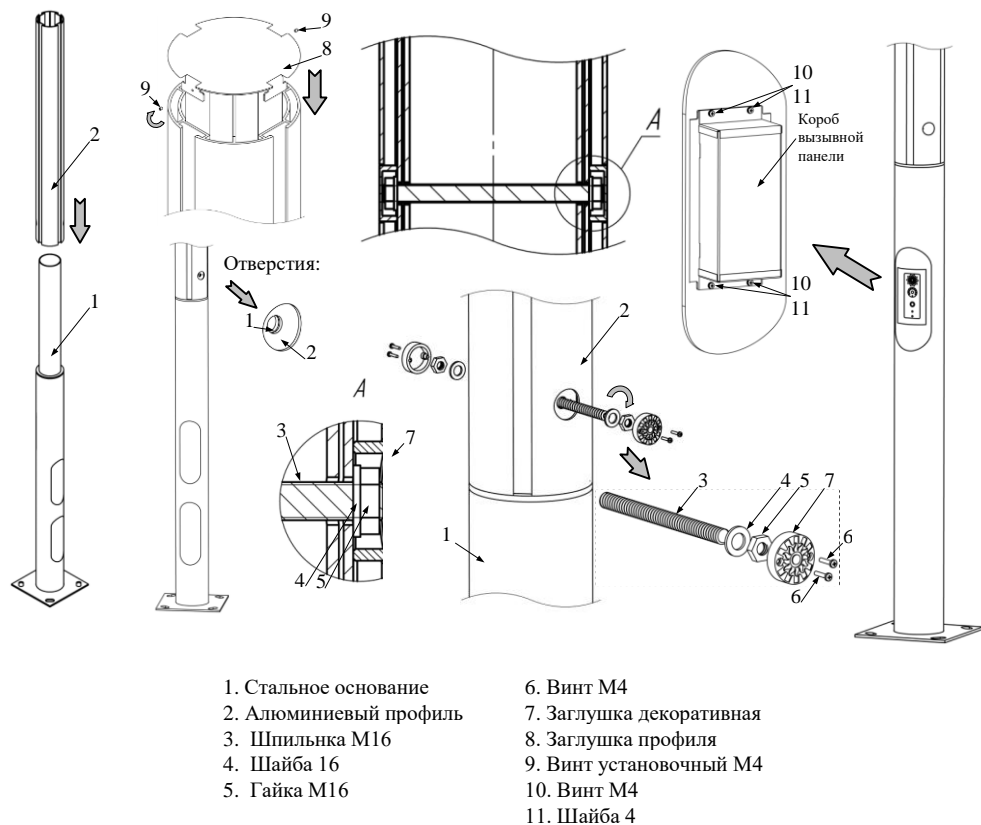

Рисунок 1. Монтаж опоры «Смарт-Ксеон».
4.2 Алюминиевый профиль 2 надеть на стальное основание 1 (см. рисунок 1). Совместить отверстия алюминиевого профиля и стального основания, поворачивая профиль на основании.